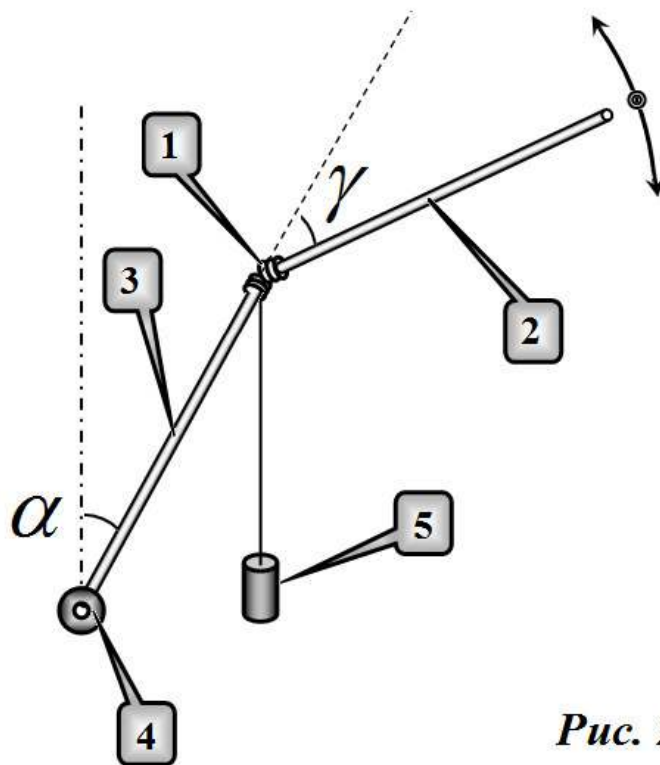

Рис. 2
1.1 Не проводя никаких измерений (достаточно простых наблюдений), укажите, является ли коэффициент K в формуле (1) больше или меньше M_0 . Ответ обоснуйте.
Для экспериментальной проверки выполнимости закона Гука (1) предлагается использовать следующую установку (рис. 2). Одну из двух палочек (3) закрепите в лапке штатива (4). Вторая (2), прикрепленная к неподвижной палочке (3) с помощью исследуемой пружинки (1), может свободно колебаться. Для точного измерения углов используйте транспортир и отвес (5), привязанный к концу неподвижной палочки.